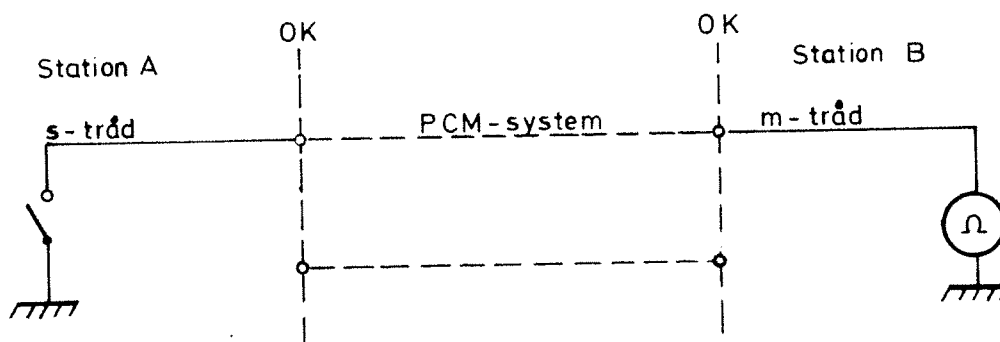

Bild 8. Uppkoppling för kontroll av signalering
- 4.7.1 Jorda s-tråden i kanal 1 på station A. Se bild 8. Anslutning av mätkabeln i OK framgår av avsnitt 5.1.
- 4.7.2 Kontrollera med en ohmmeter att jordförbindning erhålls på kanal 1 m-tråd på station B. Se bild 8.